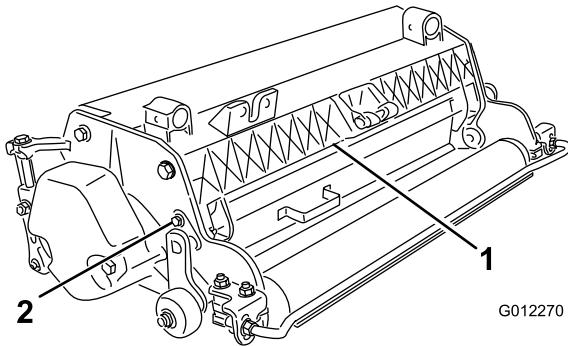

図5
1. グラスシールドのピボットについているボルトをゆるめる（図5）。
2. グラス・シールドを希望する高さに調節し、ボルトを締める（図5）。